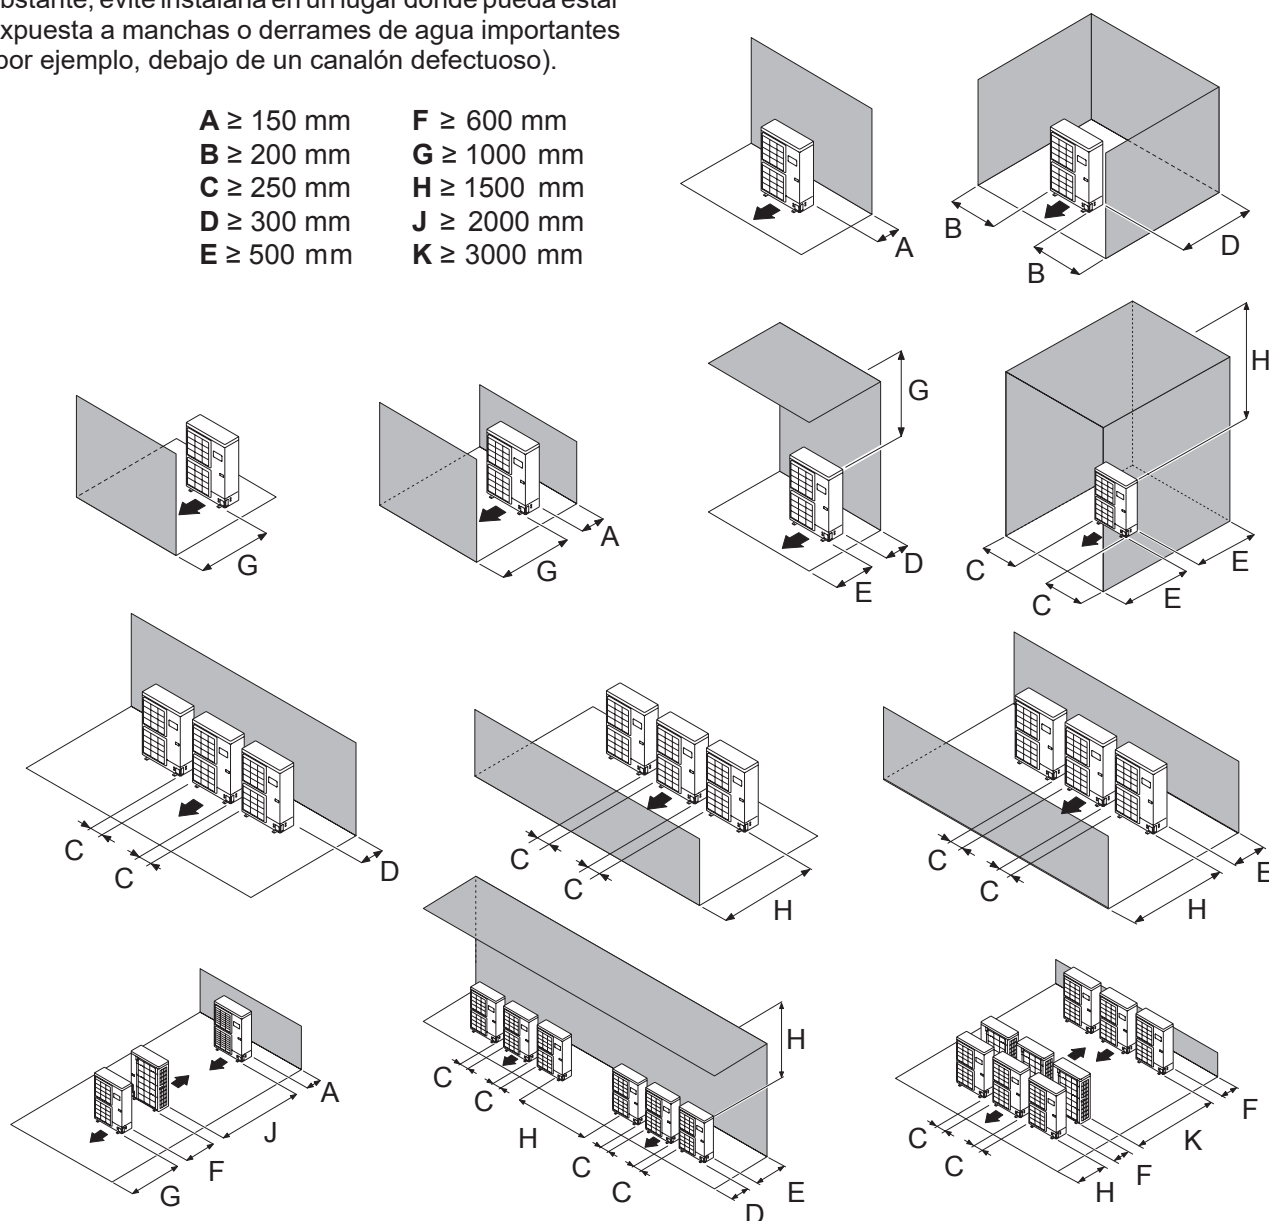

fig. 13 - Distancias mínimas de instalación alrededor de la unidad exterior (todos los modelos)
- El aparato debe estar perfectamente accesible para los trabajos posteriores de instalación y mantenimiento (fig. 13).
- Ningún obstáculo debe impedir la circulación del aire a través del evaporador y en la salida del ventilador (fig. 13).